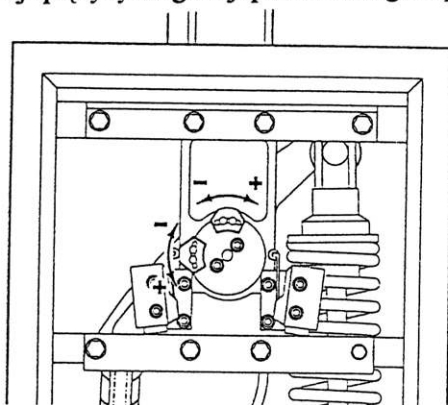

Fig. 17
- 2) Regulować krzywki krańcówki połączając dwie nakrętki jak na rys. 17. Dla zwiększenia kąta zwolnienia przybliżyć krzywkę do odpowiedniej krańcówki. Dla zmniejszenia kąta zwolnienia oddalić krzywkę od odpowiedniej krańcówki.